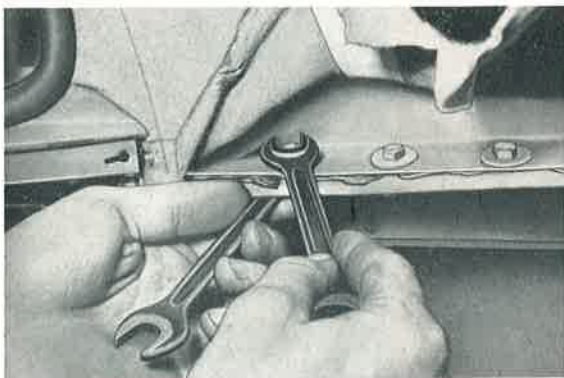

Bild 704: Beim Festziehen der Sechskantschrauben achte man darauf, daß das plastische Band eine lückenlose Abdichtung gewährleistet. Band nicht abpressen!
7. Restliche Sechskantschrauben zwischen Dach und Heck einziehen (Bild 704).